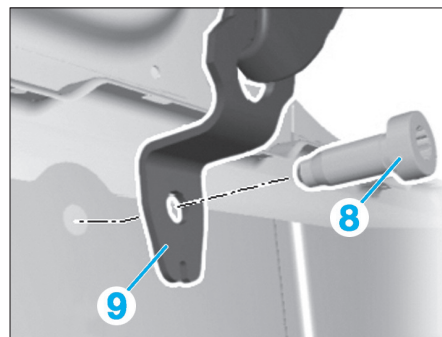

FIG. 17
- la vis (8) de la ferrure (9) (Fig.17),